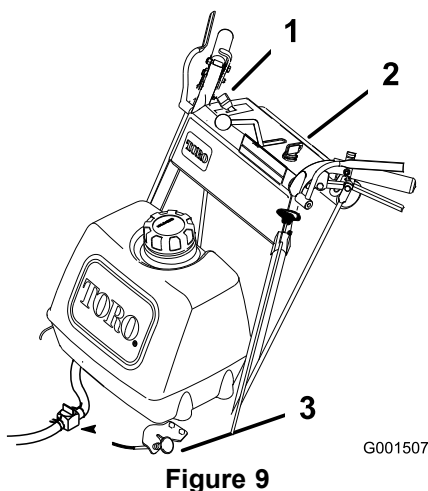

Figure 9
11. Repoussez le starter quand le moteur est chaud (Figure 9).
1. Placez la manette d'accélérateur en position de bas régime (Figure 9).